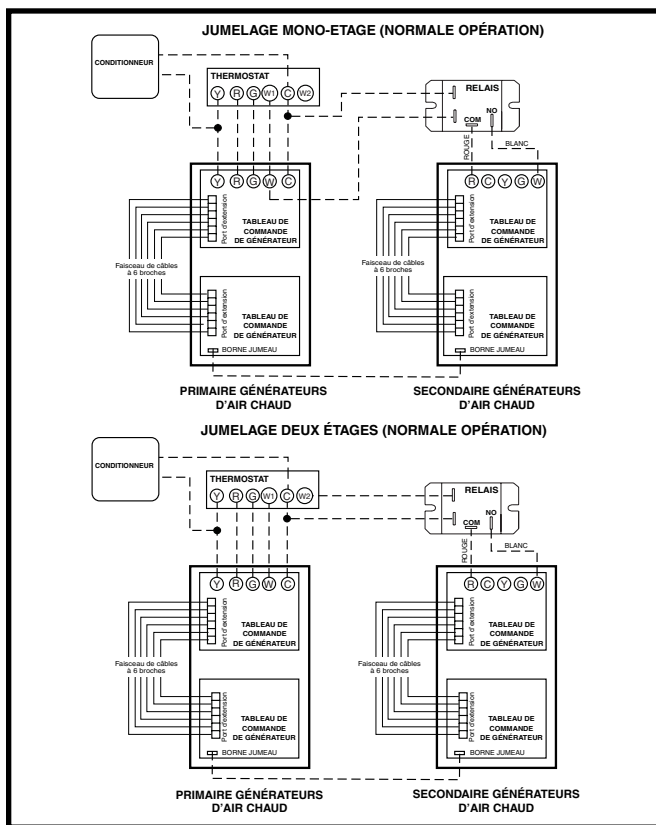

Figure 28. Jumelage mono-étage
- Le thermostat doit être installé conformément aux directives fournies par le fabricant du thermostat. Les branchements basse tension (24 V c.a.) du thermostat sont raccordés à la plaque à bornes intégrée dans le générateur d'air chaud. La Figure 28 illustre les raccordements appropriés pour les applications de chauffage seulement (deux fils) et les applications de chauffage et de refroidissement (quatre fils). Le calibre de fil minimal recommandé pour le câblage du thermostat est indiqué dans le Tableau 5 (page 24).
- La borne à six broches marquées « port d'extension » (Figure 28) n'est pas utilisée pour le générateur d'air chaud mono-étage tel qu'il est expédié de l'usine. Elle est utilisée pour le tableau de commande de générateur d'air chaud afin de communiquer avec un moteur à haut rendement à vitesse fixe ou à vitesse variable qui peut être installé en option. Veuillez communiquer avec le distributeur pour obtenir la trousse de mise à niveau de moteur appropriée.
Si les deux générateurs d'air chaud mono-étage sont mis à niveau avec le souffleur iSEER™ à vitesse fixe, la borne jumelle sur les tableaux de commande de souffleur (Figure 28) peut être utilisée pour jumeler les générateurs d'air chaud mono. Le système de jumelage nécessite un relais (P / N 624843) dans le four secondaire pour un jumelage approprié :
Pour le jumelage de générateurs d'air chaud mono-étage munis de souffleurs iSEER™ à vitesse fixe, consulter la Figure 28 (page 26) et les directives suivantes :
- ✓ Vérifier le réglage du cavalier (pour la vitesse du ventilateur) sur le tableau de commande. Pour sélectionner la vitesse du ventilateur, consulter la Figure 28 et régler le cavalier sur le tableau de commande.
Les ordres de fonctionnement des modes de chauffage, de refroidissement et de ventilation sont décrits ci-dessous. Vérifier les schémas de câblage d'excitation et de câblage du générateur d'air chaud : Figure 26 \(page 25\), Figure 28 \(page 26\), Figure 32 \(page 38\) et Figure 33 \(page 39\).